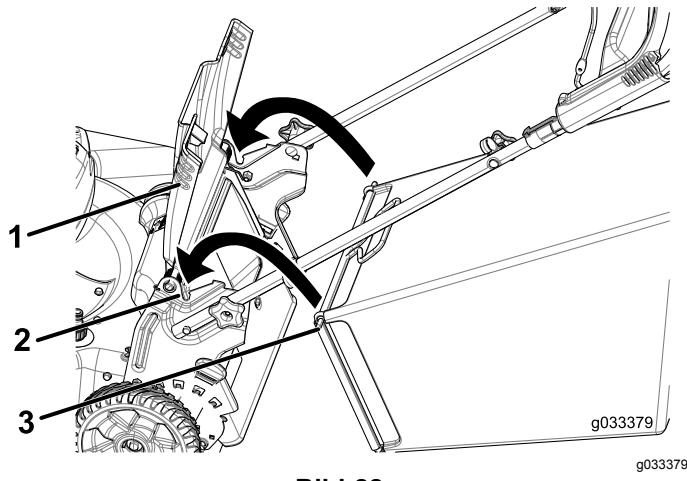

Bild 22
1. Heben Sie das hintere Ablenklech an und halten Sie es hoch (Bild 22).
2. Setzen Sie den Grasfangkorb ein, stellen Sie sicher, dass die Stifte am Fangkorb in den Kerben am Holm sind (Bild 22).